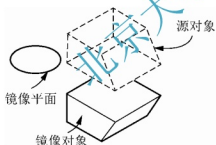

图 12-8 指定对象为镜像面
(1) 【对象(O)】：指定平面对象作为镜像面，得到镜像对象。圆、圆弧或二维多段线可以作为镜像平面对象，如图 12-8 所示。